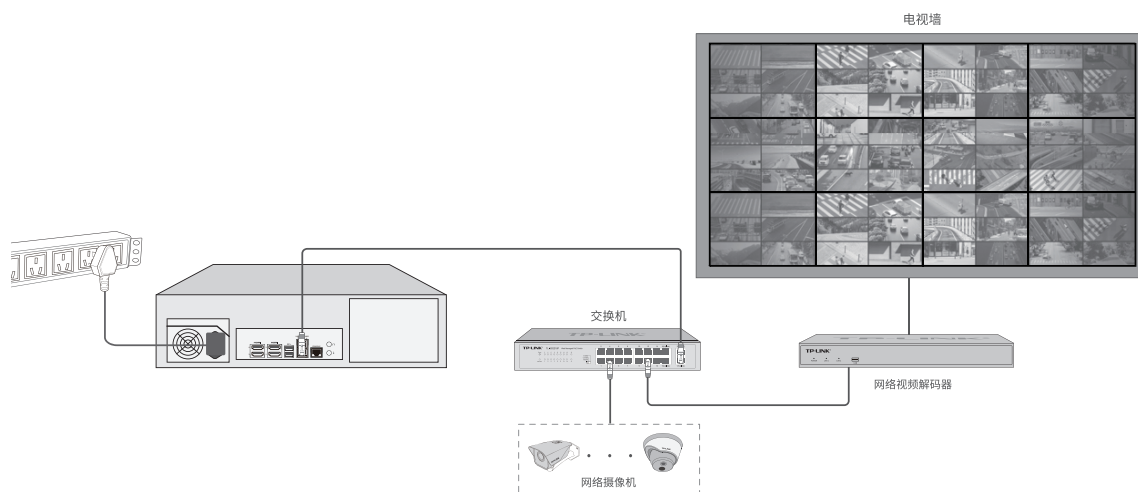

图3-4 设备连接示意图
本机具有流媒体转发以及解码上墙等功能，可参考图3-4连接设备。
1. 确保服务器已正确连接到电源及其它设备，连接方式可参考图3-4。本机的RJ45接口或交换机接口需连接电脑，设置电脑IP与服务器相同网段的IP地址：192.168.1.X (1≤X≤240)，子网掩码为255.255.255.0。